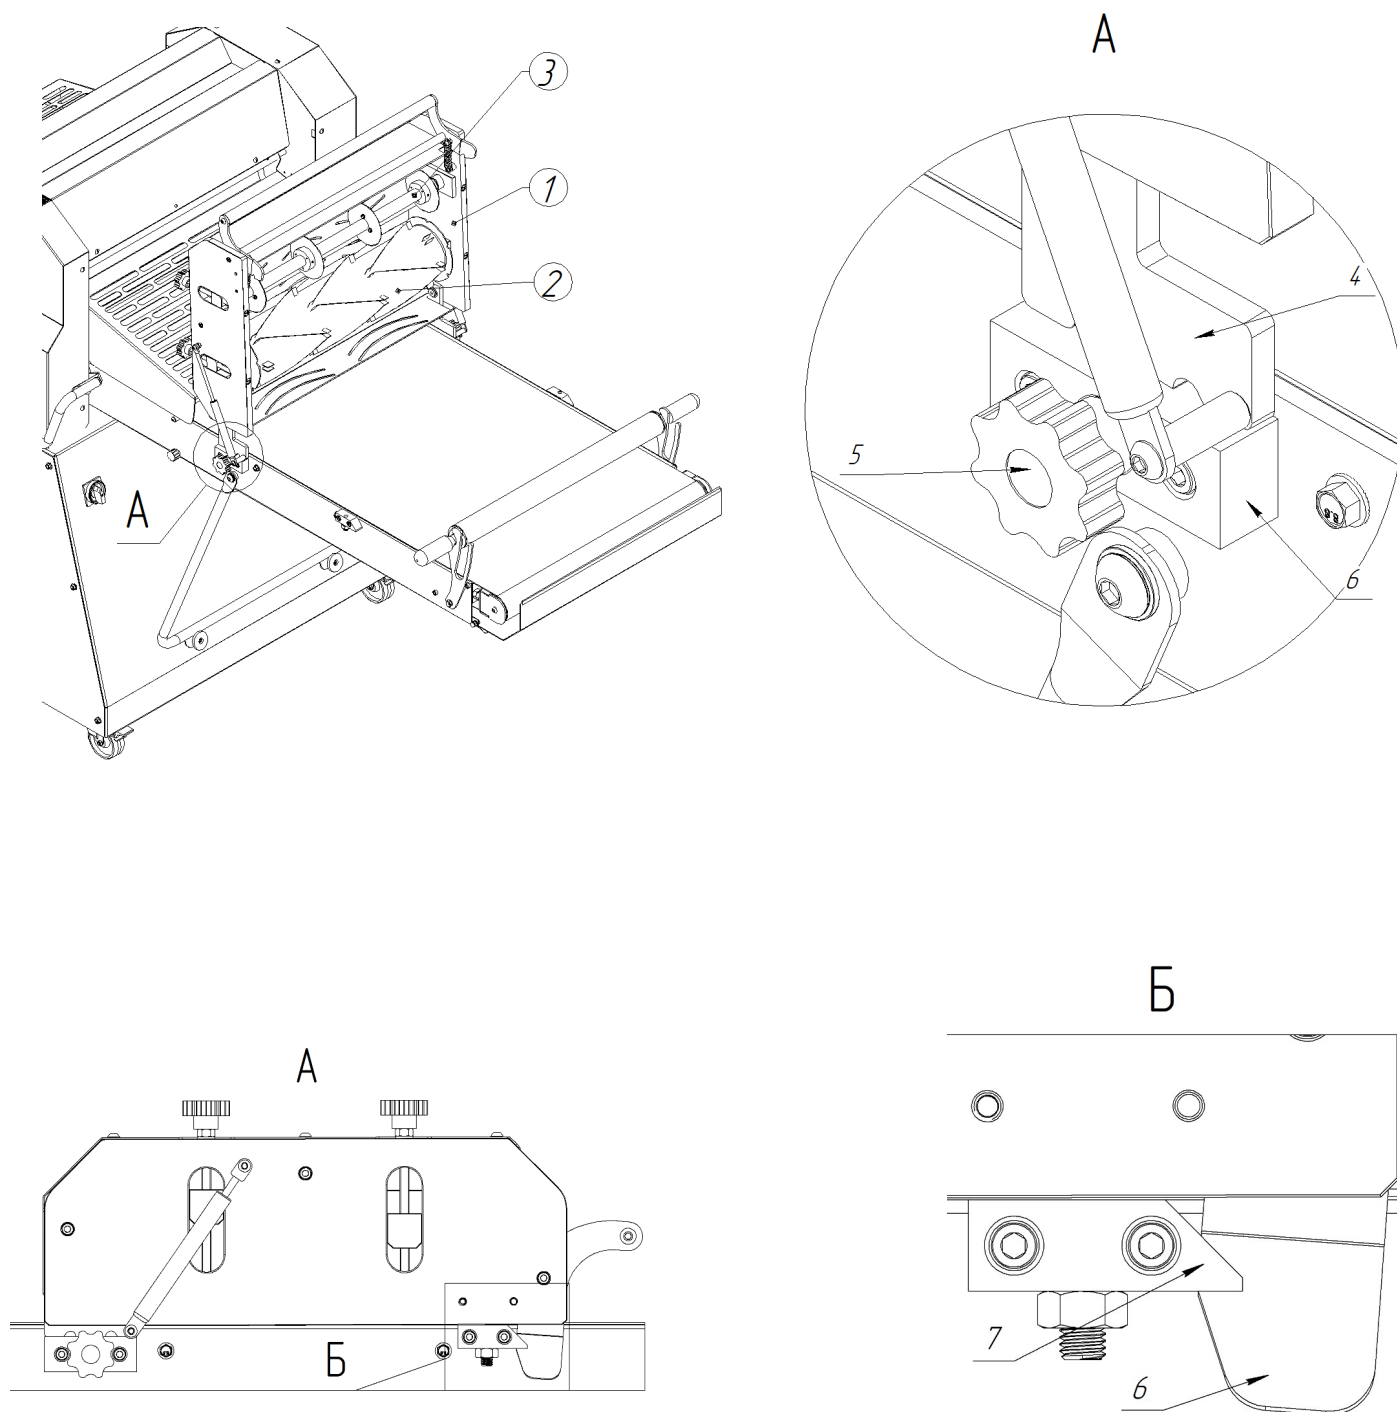
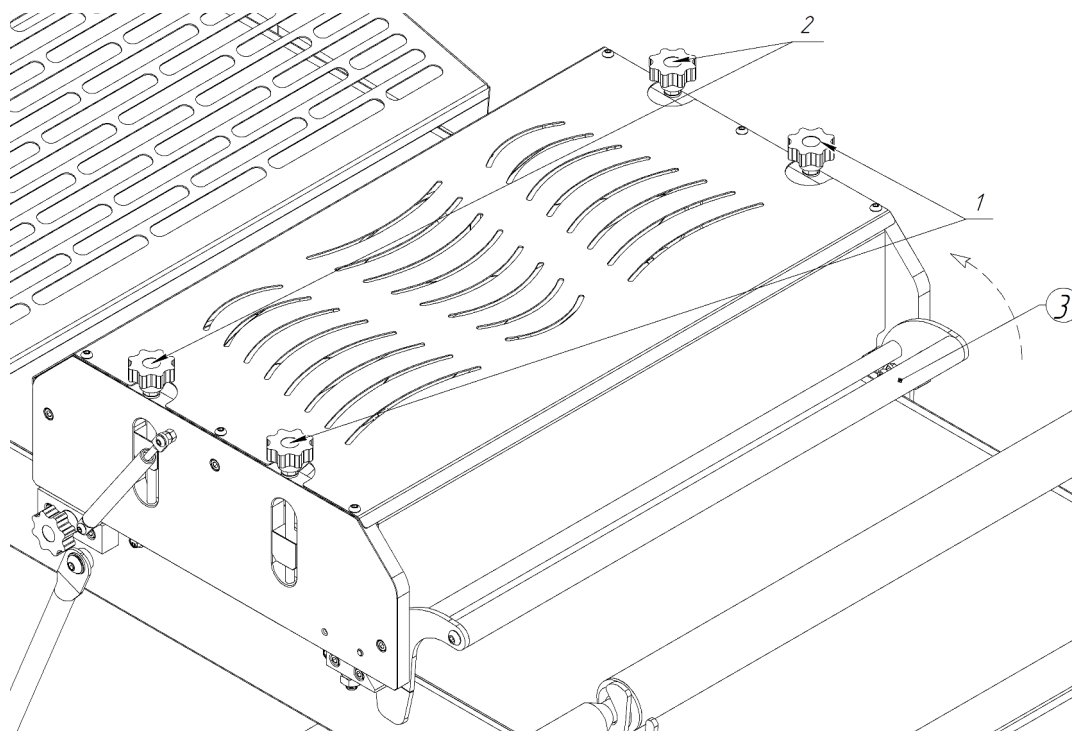

Рис.4
Рис.5
Для облегчения процедуры установки, извлеките из станции нарезки режущие валки (Рис.4. Поз.2 и 3).
- Открутите винты-рукоятки (Рис.4 поз.5).
- Расположите станцию нарезки как показано на рисунке 4 и вставьте боковины станции (Рис.4 поз.4) в паз установочных блоков (Рис.4 поз.6), расположенных на боках стола. Усадите станцию до упора.
- Зафиксируйте станцию нарезки винтами-рукоятками (Рис.4 поз.5). **При закручивании винтов-рукояток, не прилагайте чрезмерного усилия.**
- Опустите станцию нарезки на стол. В конце движения необходимо приложить небольшое усилие, чтобы фиксатор (Рис.4 поз.6) вошёл в зацепление с блоком (Рис.4 поз.7). При опускании, рекомендуется прилагать усилие не на один край станции, а на её середину. **Убедитесь, что бы фиксаторы вошли в зацепление с обеих сторон.**
Для использования машины только для раскатки теста, достаточно расцепить фиксатор (Рис.4 поз.6) с фиксирующим блоком (Рис.4 поз.7) с помощью ручки (Рис.5 поз.3) подняв её вверх. Поднять станцию нарезки в вертикальное положение. В данной конфигурации, максимальная толщина теста, способного пройти под станцией, составляет 55 мм.
Для увеличения прижима ножа **продольной** резки (**Рис.4 поз.3**) к столу, поворачивайте рукоятки (**Рис.5 поз.1**) по часовой стрелке (при взгляде сверху).
Для увеличения прижима ножа **фигурной** резки (**Рис.4 поз.2**) к столу, поворачивайте рукоятки (**Рис.5 поз.2**) по часовой стрелке (при взгляде сверху).